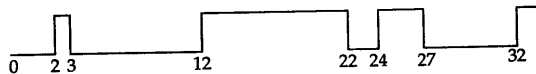

图2-10 变量 `BullsEye` 的波形
6. 写出产生图 2-10 所示波形的变量 `BullsEye` 的初始化语句。